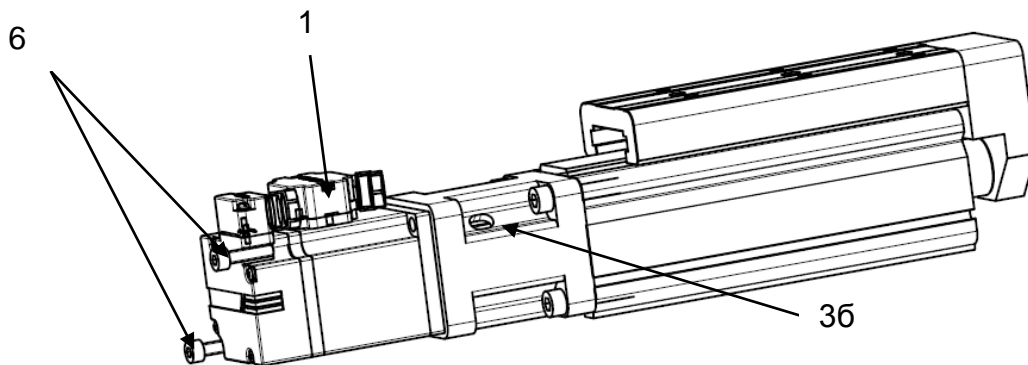

Рисунок 10 – Установка двигателя.
3) установить двигатель (поз. 1) при помощи винтов (поз. 6) (см. рисунок 10). Затянуть муфту редуктора через отверстие (поз. 3б). Момент затяжки винтов см. п.1.4.3.5.